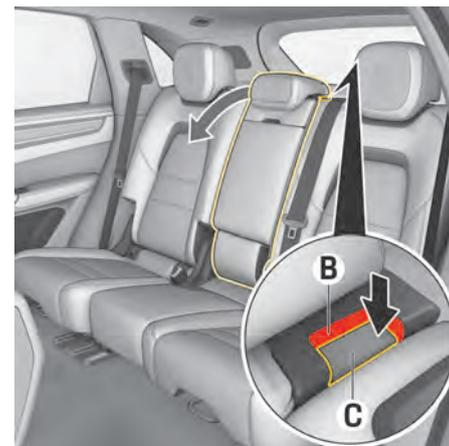

図. 68 中央のリヤシートバックレストを前方に倒す
- ▶ 解除ボタン **C**(図. 68) を矢印の方向に押ししながらバックレストを前方に倒してください。